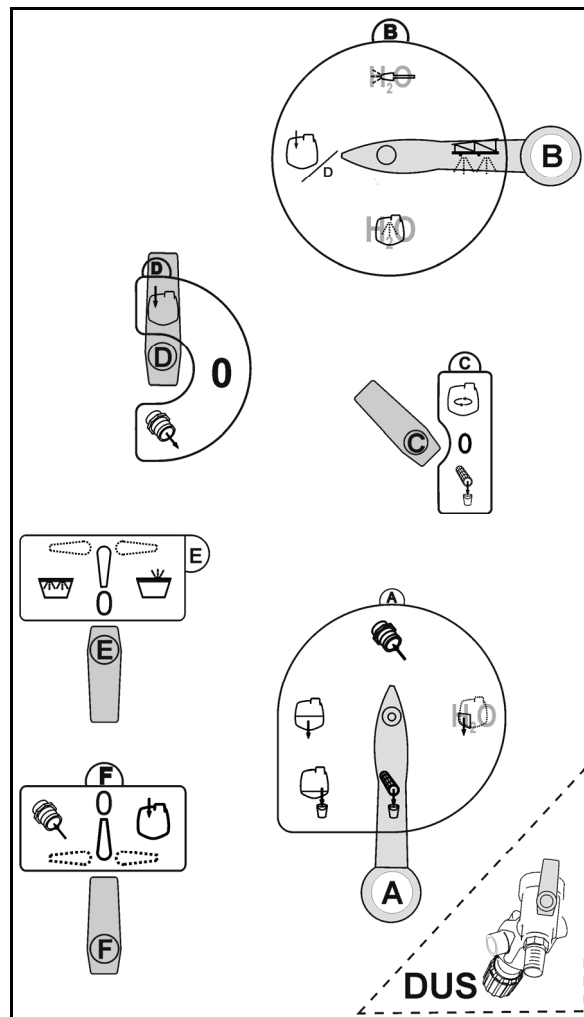

Рис. 15
3. Переведите переключающие краны на панели управления в указанное положение (Рис. 15):